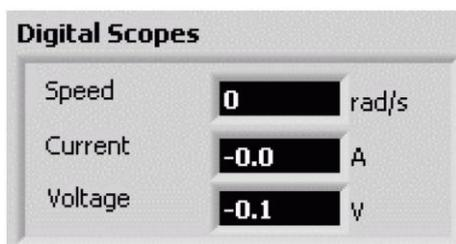

Рис. 51. Индикаторы VI скорости вращения двигателя DCMCT-системы
**Q1) Когда я открываю VI DCMCT-системы, на всех индикаторах отображается значение '0' или близкое к нему (рисунок 51). Почему эти индикаторы не реагируют на перемещения нагруженного диска вручную?**